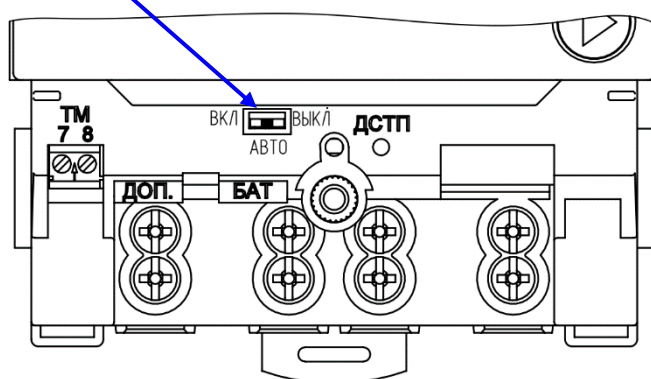

Рисунок 158
- переключатель реле управления нагрузкой находится в положении «АВТО» (см. рисунок 158).